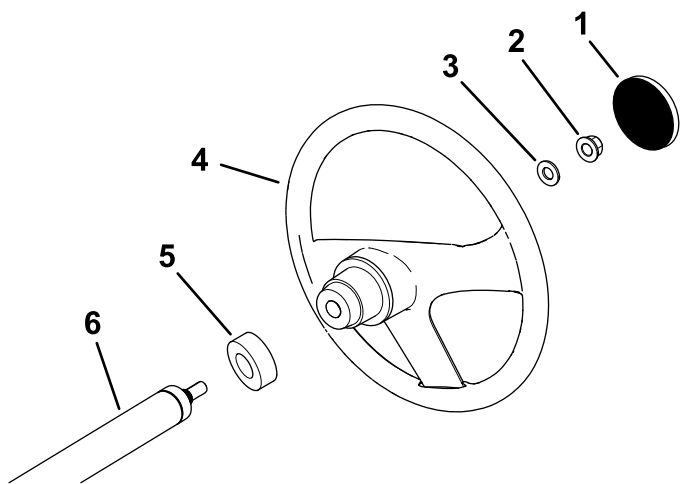

Figura 3
- Si la tapa está instalada, retírela del centro del volante (Figura 3).
- Retire la contratuerca (½") de la columna de dirección (Figura 3).
- Coloque el volante, el protector de polvo y la arandela (½") sobre el eje de dirección (Figura 3).
- Instale la tapa en el volante (Figura 3).